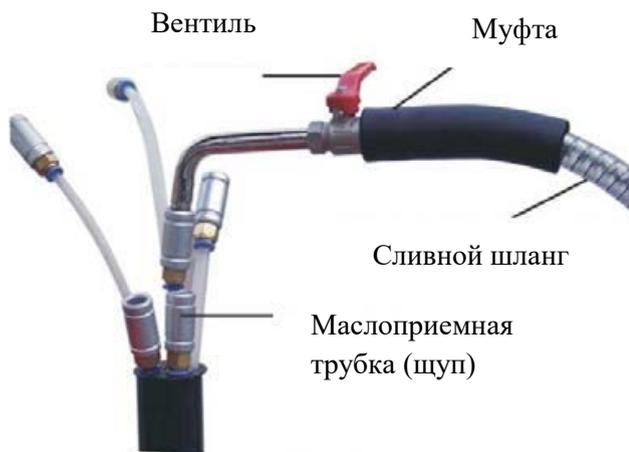

Рис. 5
2. Сначала откройте шаровой вентиль ① (см.рис.5).
3. Откройте шаровой вентиль ③ под воронкой и открутите сливную пробку картера двигателя.
5.3.Откачка масла (рис.5)
3. Подключите шланг воздушного компрессора к входному штуцеру для подачи воздуха ① (см.рис.5).